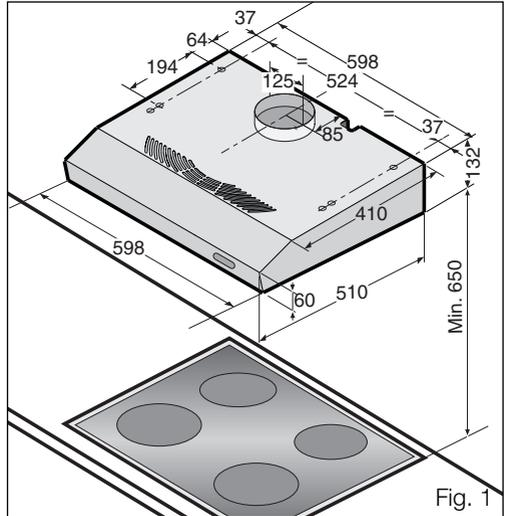

Fig. 1
- Realizar una perforación en el suelo del armario basándose en los puntos de fijación **C** de la campana, fig. 1 y 3 o utilizando el correspondiente esquema, fig. 4, si ha sido suministrado en dotación, el borde con la flecha debe corresponder con el borde posterior del armario quedando el agujero pegado a la pared, fig. 3.